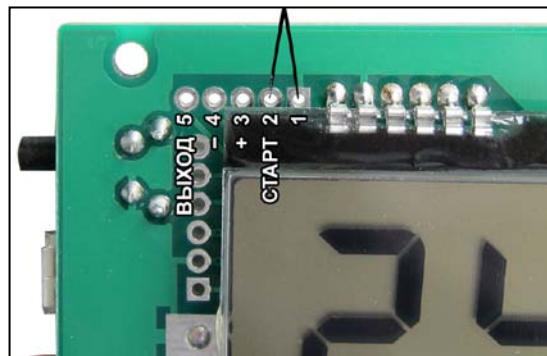

Рисунок 1. Вход в режим калибровки
4. Перевести термометр в режим калибровки, для чего замкнуть контакты «1» и «2» на печатной плате и включить термометр (рисунок 1). Замыкание контактов следует удерживать до появления на дисплее значения калибровочной константы. Контакт «1» отличается от остальных квадратной формой.